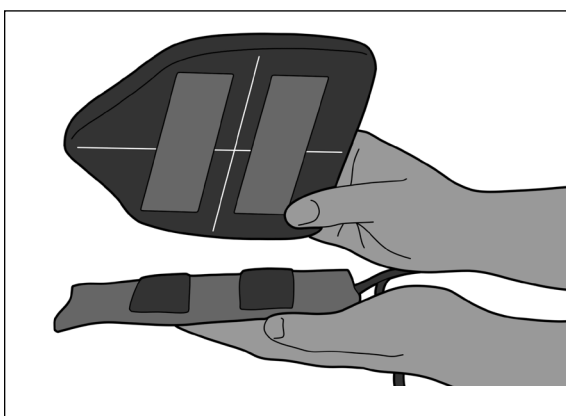

Abb. 1
1. Stellen Sie sicher, dass das Paddel für die Befestigung am Balg korrekt ausgerichtet ist (Abb. 1). Richten Sie die Klettverschlüsse aus.